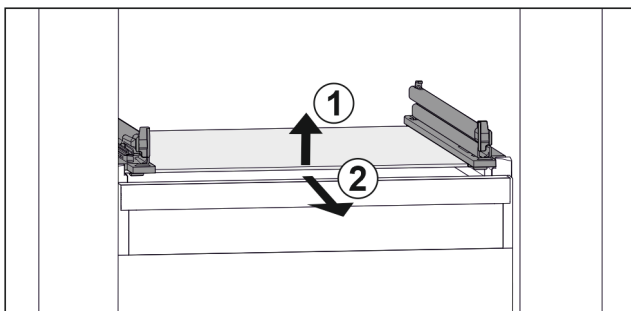

Fig. 118 Primjerni prikaz staklene ploče
- ▶ Staklenu ploču podignite srijeda. Fig. 118 (1)
- ▶ Izvadite staklenu ploču prema naprijed. Fig. 118 (2)